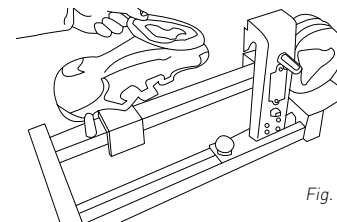

Fig. 6
4. Appoggiare il disco goniometro sulla tacchetta (Fig. 6)